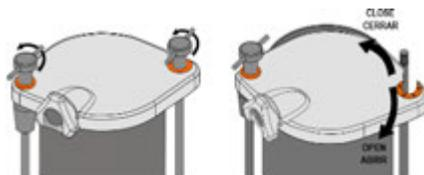

FIG 4. LIBERAR TAPA SUPERIOR
2.- Gire las dos perillas superiores (1) en sentido anti horario para liberar las tapa superior. Deje la perilla pivote en su lugar y retire la otra perilla (Ver Fig. 4)
3.- Levante y gire la tapa superior (2) para destapar el cilindro (Fig.4). Agregue el producto y presione hacia abajo para extraer el aire atrapado.